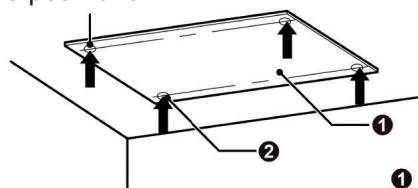
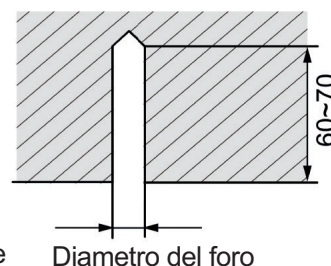

Fig. 4.1.9
Fig. 4.1.10
1) Attaccare la dima di installazione nella posizione di installazione e praticare 4 fori nella posizione di installazione in base alla dima, come mostrato in Fig. 4.1.9. Fare riferimento al diametro del bullone di espansione per il diametro del foro con profondità di 60-70 mm, come mostrato in Fig. 4.1.10.